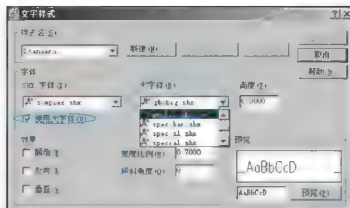

图 3.5 选择“gbcbig.shx”大写字体
② 勾选【使用大字体】复选框, 然后打开【大字体】下拉列表, 选择“gbcbig.shx”选项, 如图 3.5 所示。
③ 将【文字样式】对话框中的【宽度比例】值改为“0.7”, 高度仍然为“0”, 其他设定不变, 单击【应用】按钮后关闭对话框。